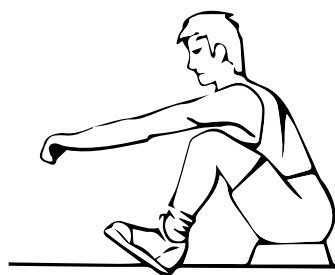

Fig. 7
- Con la espalda recta y los brazos extendidos, doble las piernas hasta alcanzar el manillar (fig. 7).